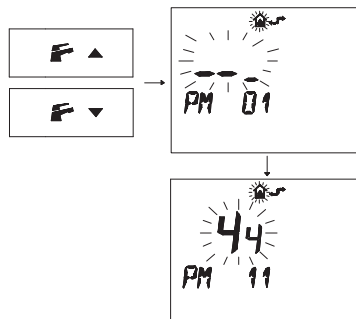

Figura 5.59
- Premere i pulsanti  o  per visualizzare la programmazione "PM11" della postcircolazione pompa (Figura 5.59).